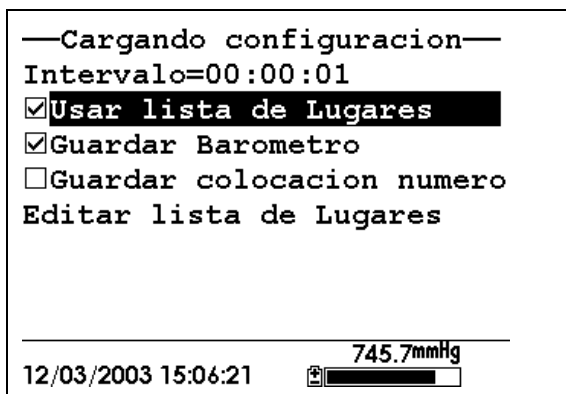

Imagen 9.6 Pantalla de Cargar Configuración
3. Pulse la tecla de **Enter**. Una marca de selección se introducirá en el cuadrado que está al lado del *Uso de la lista de sitios* y dos nuevas entradas aparecerán en la pantalla de registro. Ver *Imagen 9.6 Pantalla de Cargar Configuración.*
- 2.** Use las flechas para seleccionar la opción de Edición de lista de sitios. Ver *Imagen 9.6 Pantalla de Cargar Configuración*